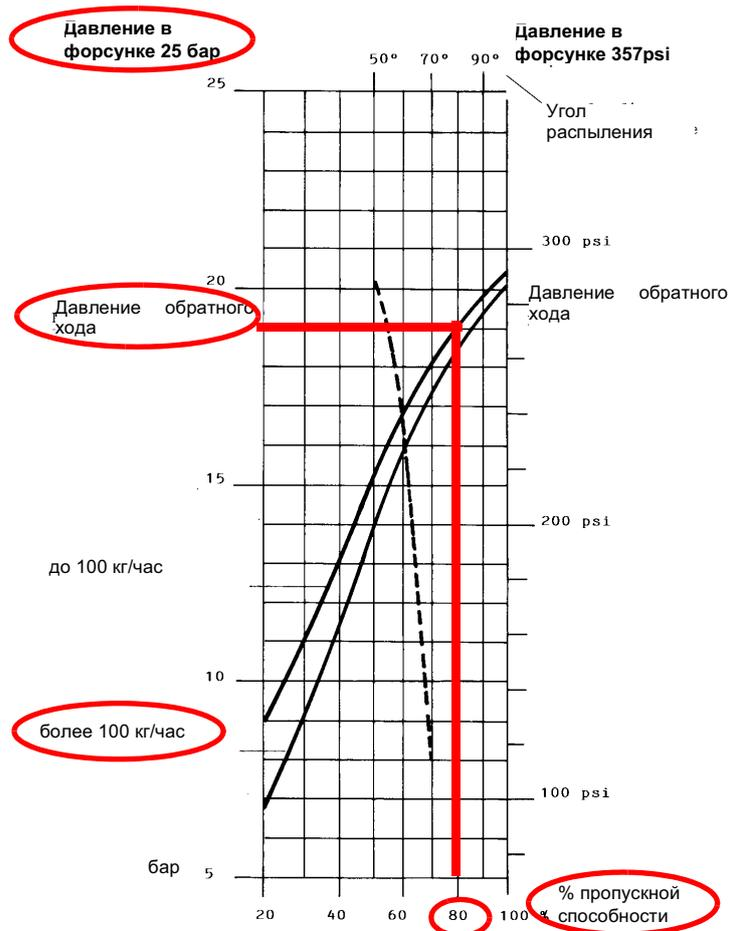
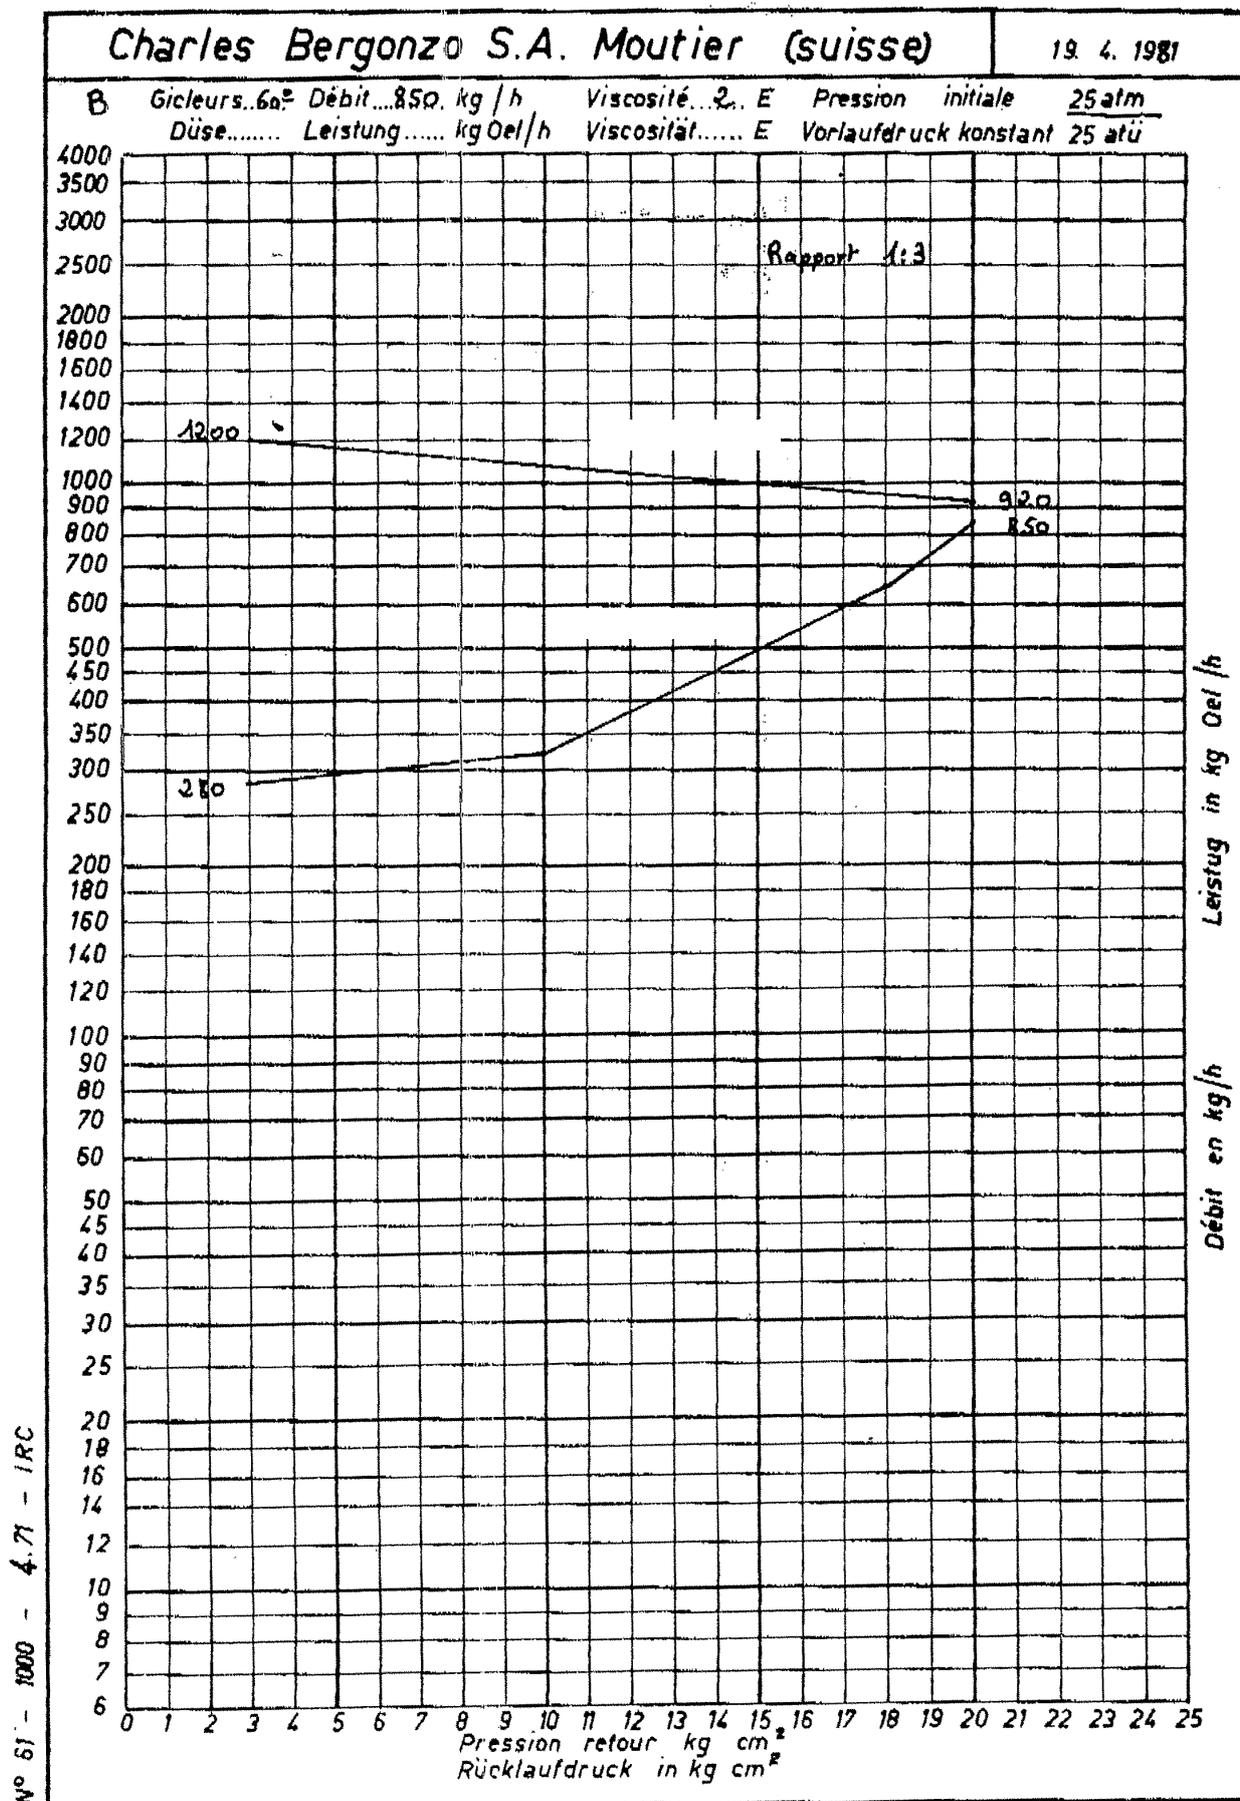

Рис. 20
Рис. 21 - ФОРСУНКА BERGONZO - Пример с форсункой с расходом 850 кг/час
Расход жидкого топлива регулируется за счет выбора форсунки (противопоточного типа), соответствующего мощности котла и типу применения размера, а также регулировки давления на прямом и обратном ходе жидкого топлива, согласно данным, указанных в таблице и на графике на Рис. 20 (для считывания давления - читайте последующие параграфы).
Пример : 80% номинального расхода на форсунке можно получить, если установлены форсунки с расходом более 100 кг/час, при давлении на обратном ходе примерно равном 18 бар (см. график на Рис. 20).
- 9 Давление питания форсунки уже отрегулировано заранее на заводе-изготовителе и не должно изменяться. Только в случае необходимости, отрегулировать давление питания (см. соответствующий параграф) следующим образом: установить манометр в положение, указанное на Рис. 22, воздействовать на регулировочный винт **VR** насоса (см. Рис. 22) до получения на форсунке давления в 25 бар (форсунки Fluidics или форсунки Bergonzo- см. графики на Рис. 20 -Рис. 21);
- 13 Сместить кулачок IV (малое пламя на мазутном топливе) в сторону минимальной мощности, с тем, чтобы сервопривод начал закрываться, до тех пор, пока два подшипничка не совместятся с регулировочным винтом, относящимся к самой низкой точке: закручивать винт **V2** для увеличения расхода, откручивать - для уменьшения, с целью получения значения давления, как на графике на Рис.21, на основании требуемого расхода.